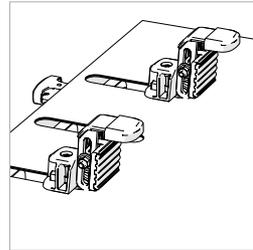

Fig. 17
**Nota:** Las mordazas secundarias de altura ajustable se proporcionan en el par de mordazas móviles. **(Fig.17)** Esta característica permite configurar estas mordazas para acomodar una amplia variedad de bases de sierras tronzadoras disponibles actualmente de los distintos fabricantes.